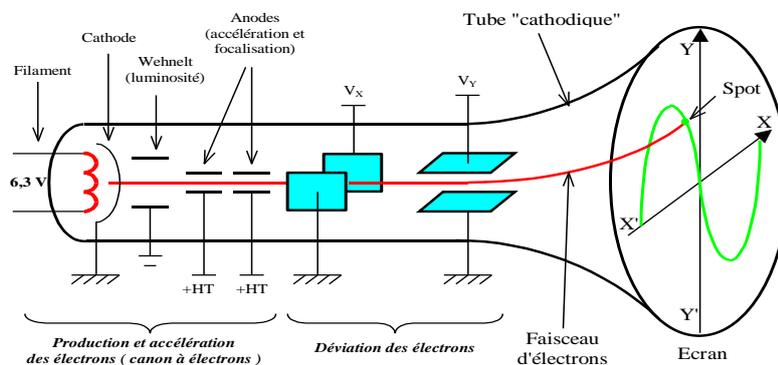

Figure 1 : Schéma du tube cathodique d'un oscilloscope
Mettre l'interrupteur en position (2) sur le montage de décharge du condensateur présenté sur la figure 1. Ceci provoque la décharge du condensateur. Dans ce cas, le condensateur se décharge en délivrant un courant qui circule dans le circuit électrique 2 (circuit de décharge).
L'oscilloscope est un appareil fondamental pour l'étude des signaux électriques. Il permet de visualiser, soit deux tensions en fonction du temps (voies  $Y_1$  et  $Y_2$ ) soit d'étudier une tension en fonction d'une autre (utilisation en mode XY). La figure 1 ci-dessous montre brièvement le schéma du tube cathodique d'oscilloscope et le principe de la déviation horizontale et verticale du faisceau électronique.